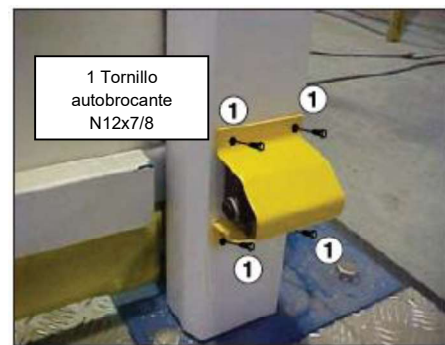

Figura 38
2. Después de instalar el sensor, instale la tapa de protección del sensor (vea la figura 38)